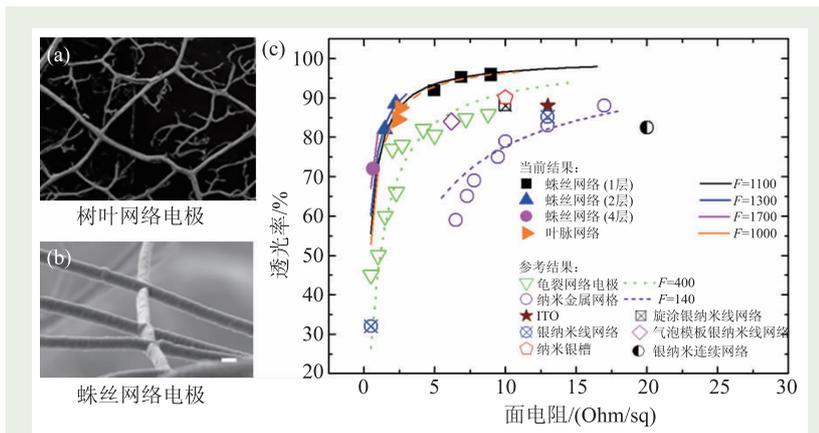

图5 (a)树叶叶脉电极和(b)蛛丝网络电极SEM图; (c)电极光电性能图
(2)将一片小树叶变成透明导电网络,实现树叶分形结构金属网络透明导电电极,透光性和电学传导性能良好,也具有良好的机械柔性,其结果2014年在 *Nature Communications* (DOI: 10.1038/ncomms6674)刊出(图5)[4]。